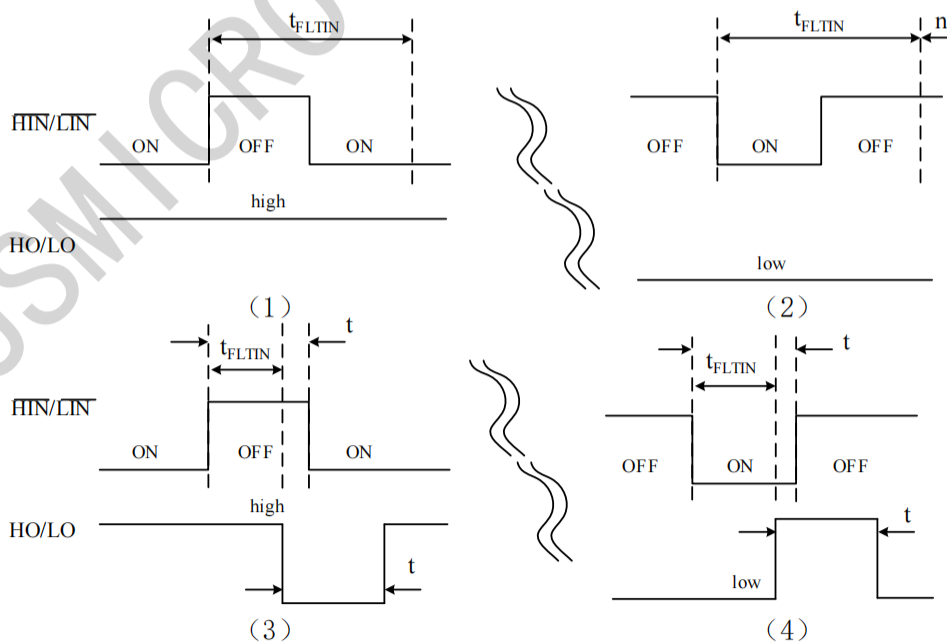

图 7-2 输入滤波波形定义
FAN73892包含有三路独立的半桥信号输入端口用于接收来自主控的控制信号，不互相干扰。每路半桥的高侧与低侧之间有互锁功能，保证同相位高侧与低侧的输出不会同时为高电平。且高侧与低侧信号之间存在内置的死区时间，有效避免了输出信号重叠导致的严重故障。信号输入端口采用边沿触发的方式，因此在触发保护后，需要给出下一个触发沿信号，输出才会产生变化。每个信号输入端口均通过一个 40KΩ 的电阻上拉至内部基准 VDD，浮空时将被置为高电平输入。每个信号输入端口（包括 EN 使能端口）均包含有滤波功能，不会被低于滤波时间的脉冲触发，当包含滤波功能的端口输入信号发生变化时，其持续时间小于输入滤波时间，输出端口均不受到影响产生变化。当输入信号变化持续时间大于输入滤波时间，输出端口则随输入信号发生改变，并与其保持同等时间，如图 7-2 所示：
(1) 当输入正脉冲信号时，且该脉冲信号宽度小于滤波宽度 ( $t < t_{FLTIN}$ )，如图 7.2(1)所示。输出信号不发生变
(2) 当输入正脉冲信号时，且该脉冲信号宽度大于滤波宽度 ( $t > t_{FLTIN}$ )，如图 7.2(3) 所示。输出信号发生变化，触发一个持续时间为  $t$  (同输入脉宽时间) 的低电平后恢复高电平；
(3) 当输入负脉冲信号时，且该脉冲信号宽度小于滤波宽度 ( $t < t_{FLTIN}$ )，如图 7.2(2) 所示。输出信号不发生变化，持续为低电平；
(4) 当输入负脉冲信号时，且该脉冲信号宽度大于滤波宽度 ( $t > t_{FLTIN}$ )，如图 7.2(4) 所示。输出信号发生变化，触发一个持续时间为  $t$  (同输入脉宽时间) 的高电平后恢复低电平。